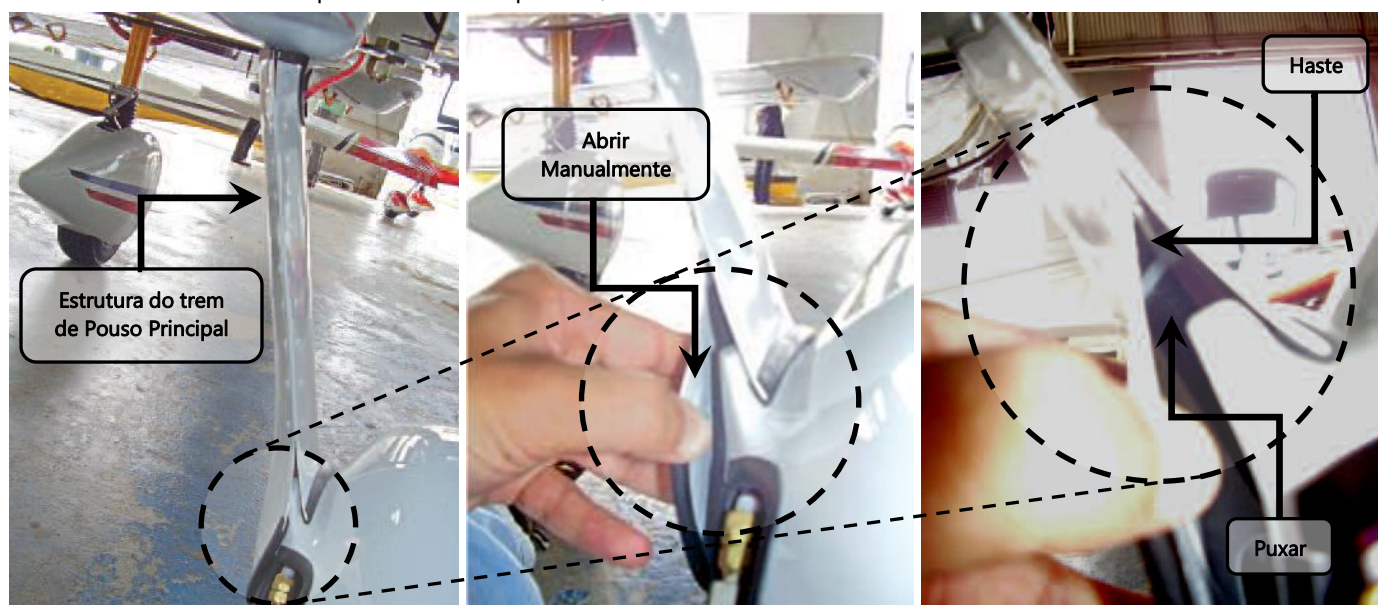

Figura 32.10.2 – Carenagem da estrutura do trem de pouso principal.
5. Abrir, manualmente, a carenagem da estrutura do trem de pouso, conforme mostrado na figura 32.10.2 e remover totalmente a haste interna, também mostrada na mesma figura. Utilizar um alicate de bico